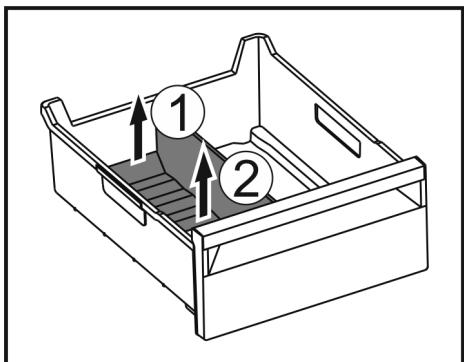

Fig. 183
► Приподнимите заднюю часть разделителя отделения для льда. Fig. 183 (1)
► Извлеките разделитель отделения для льда движением вверх. Fig. 183 (2)